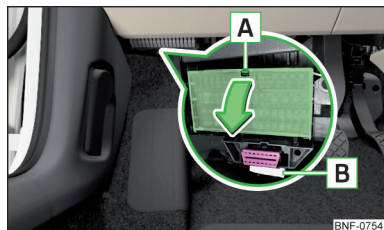

Fig. 134
Los fusibles se encuentran debajo del volante en la parte inferior del cuadro de interruptores » fig. 134.
- Presione la orejeta [A] » fig. 134.